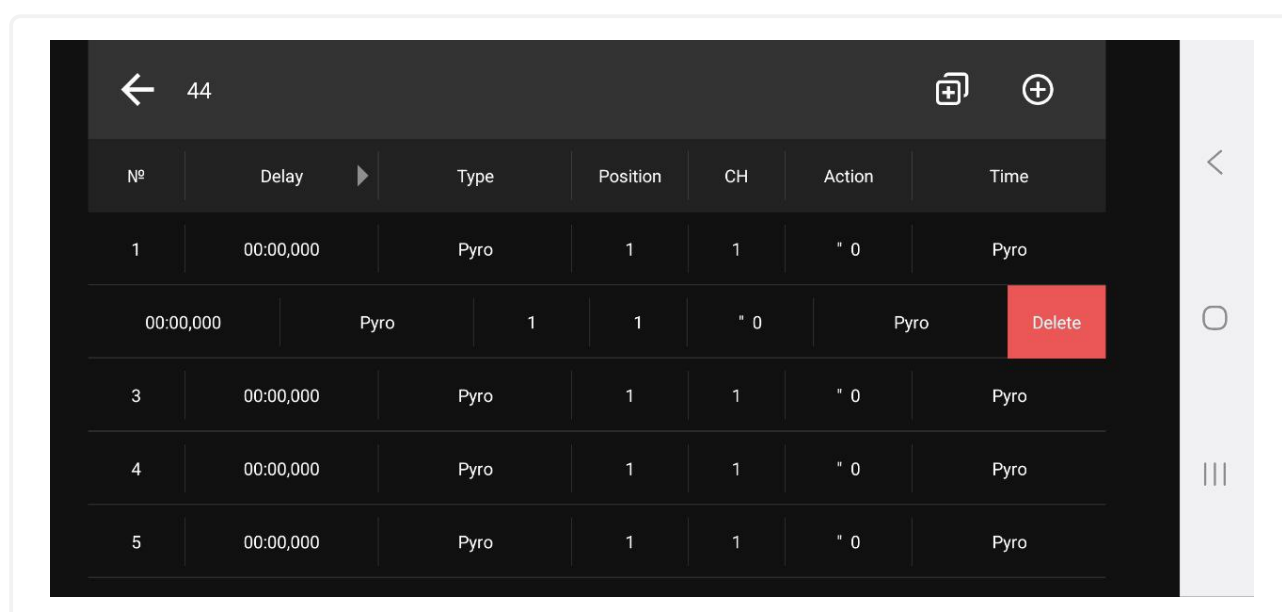

Рис. 66: Экран удаления программ Time Code
5. Для удаления записи потяните строку с записью **влево** (запись удалится) (см. рис. 66)